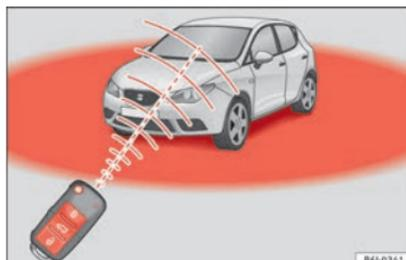

Abb. 85 Wirkungsbereich der Funk-Fernbedienung
- Die Funk-Fernbedienung funktioniert nur innerhalb ihres Wirkungsbereiches » Abb. 85.